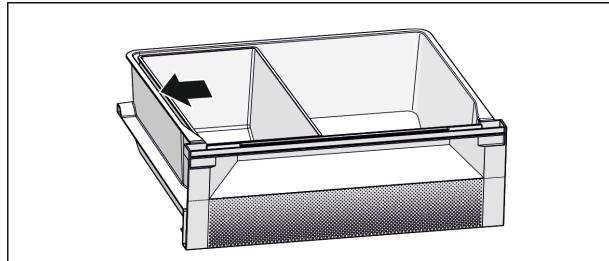

Fig. 7
- Pour un refroidissement optimal : Positionner le bac Fish & Seafood comme illustré (voir Fig. 7).